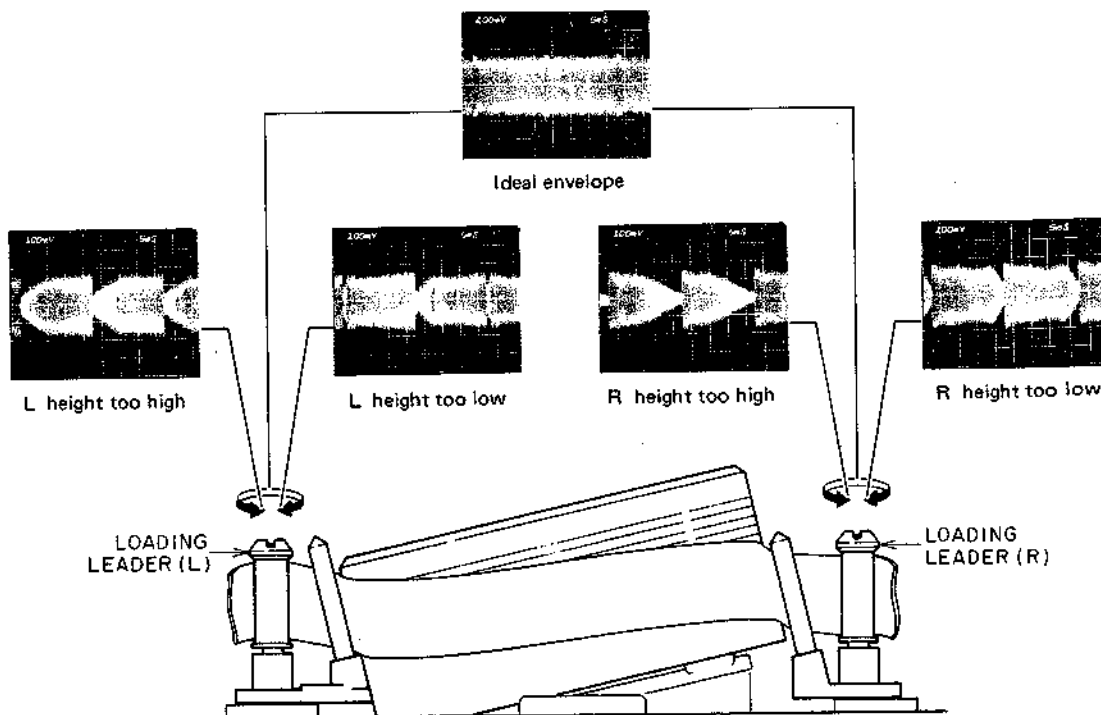

Fig. 5-13
- 4) Turn the LOADING LEADER heads with a screwdriver to obtain flat RF envelope as ideal envelope shown in Fig. 5-13.
- 4) Tourner la tête des GUIDE DE CHARGEMENT (LOADING LEADER) au moyen d'un tournevis afin d'obtenir une enveloppe RF identique à l'enveloppe idéale montrée à la Fig. 5-13.